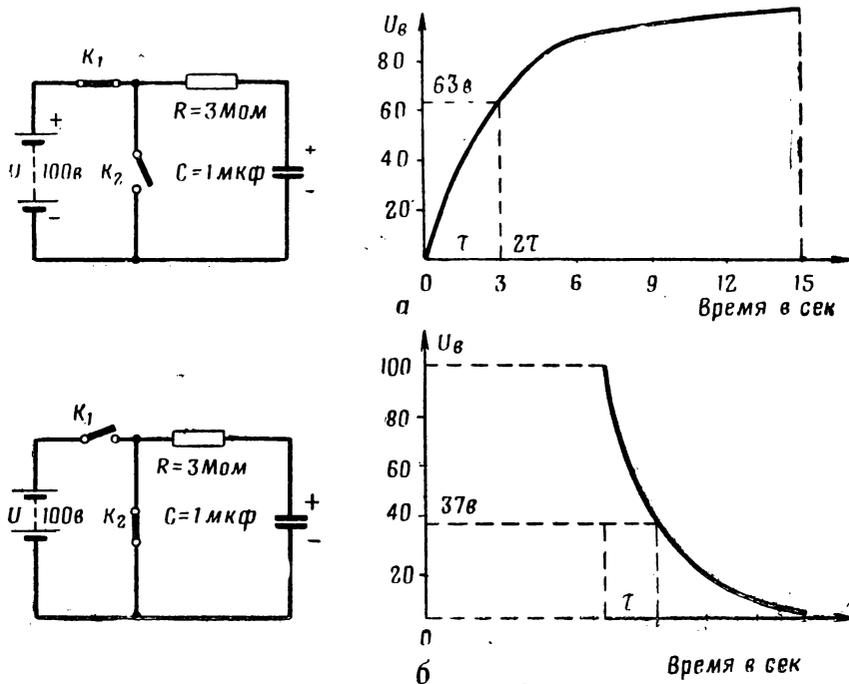

Рис. 161. Постоянная времени заряда и разряда конденсатора:
Формула емкостного сопротивления выведена для переменного тока синусоидальной формы. При несинусоидальном изменении напряжения, например при включении или выключении источника постоянного тока (рис. 161),
роль  $X_C$  в цепи иная. Когда выключатель  $K_1$  замыкается (рис. 161, а), приложенное напряжение возрастает мгновенно от 0 до 100 в. Если выключатель  $K_1$  разомкнуть, а выключатель  $K_2$  замкнуть, напряжение снизится со 100 в до 0 (рис. 161, б). Влияние цепи, состоящей из конденсатора и рези-
На практике сопротивление в цепях часто измеряется в мегомах, тогда емкость следует измерять в микрофарадах. Например, для цепи, изображенной на рис. 161,
Для цепи рис. 161, а постоянная времени  $\tau = 3$  сек. За это время конденсатор заряжается до 63%, что от 100 в составит 63 в. Практически конденсатор полностью зарядится до приложенного напряжения 100 в за время  $5\tau$  (15 сек). При разряде этого конденсатора напряжение его упадет до 37 в за 3 сек. После  $5\tau$  конденсатор практически полностью разрядится.
Чем меньше постоянная времени, тем быстрее происходит заряд и разряд конденсатора. Если для схемы рис. 161 постоянная времени составит 1 сек, то конденсатор будет заряжаться до 63 в за 1 сек вместо 3 сек и полностью зарядится до приложенного напряжения 100 в за 5 сек вместо 15 сек. Быстрее будет происходить и разряд конденсатора.
**Кривые заряда и разряда** На рис. 161, а изображена кривая заряда  $RC$ -цепи. Вначале заряд происходит быстро, затем кривая возрастает медленно. Это объясняется тем, что по мере заряда конденсатора разница между приложенным напряжением  $U$  и напряжением на конденсаторе  $U_c$  уменьшается. Меньшая разность потенциалов вызывает меньший ток, который идет для заряда конденсатора. Чем больше степень заряда конденсатора, тем медленнее он заряжается.
Подобным же образом при разряде конденсатор (рис. 161, б) теряет свой заряд вначале быстро, а затем все медленнее и медленнее. Кривая, характеризующая изменение такого вида: быстрое вначале и замедленное в конце, называется экспоненциальной кривой.